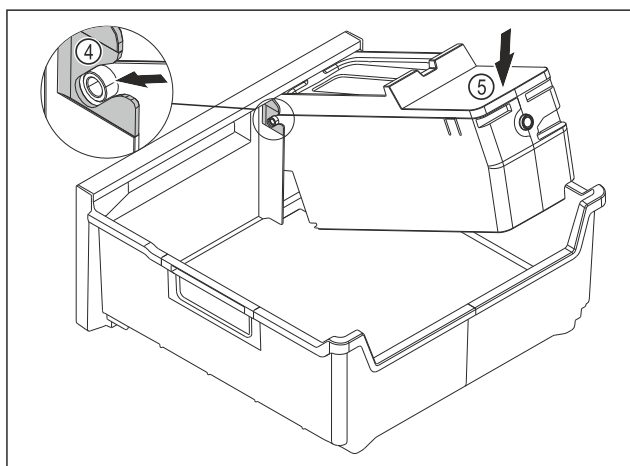

Fig. 95
- Izvadite tijelo sustava EasyTwist-Ice: Umetnite osovine tijela sustava EasyTwist-Ice u vodilice Fig. 95 (4).
- Pritisnite tijelo sustava EasyTwist-Ice Fig. 95 (5) otraga prema dolje.